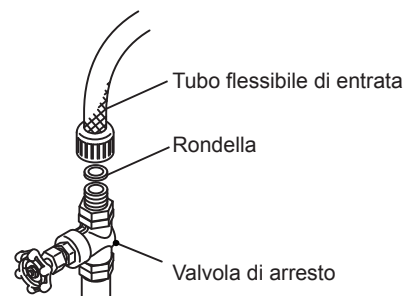

Fig. 4
1) Collegare l'estremità libera del tubo flessibile di entrata alla valvola di arresto (Fig. 4), controllando che la rondella sia posizionata correttamente. Serrare a mano quanto basta a evitare perdite. È consigliabile per precauzione inserire la valvola di arresto in una posizione facilmente accessibile.
- 4) Chiudere la valvola di arresto della linea di fornitura di acqua potabile. Vedere Fig. 4.